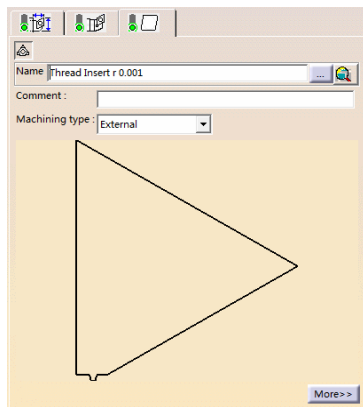

图 6-76 刀片选项卡 (4)
● 单击刀具参数选项卡中的，切换到刀片选项卡 (4)，设置刀片类型以及刀片参数，如图 6-76 所示。